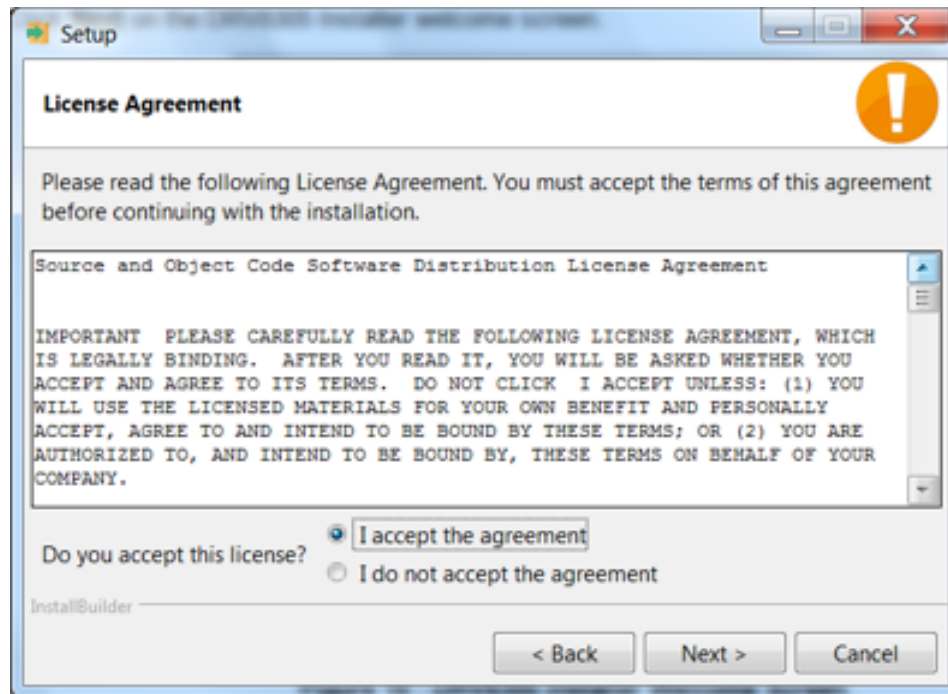

図 17. DRV832XXソフトウェアのライセンス契約書
Step 4. ライセンス契約書の内容を確認し、同意してインストールを続行します(図 17を参照)。